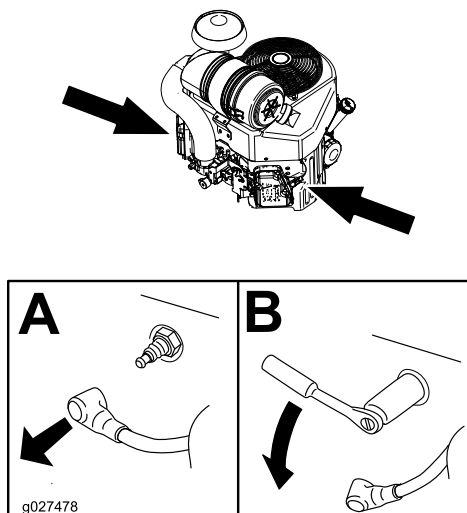

Bild 32
3. Ermitteln und entfernen Sie die Zündkerze(n), wie in Bild 32 abgebildet.